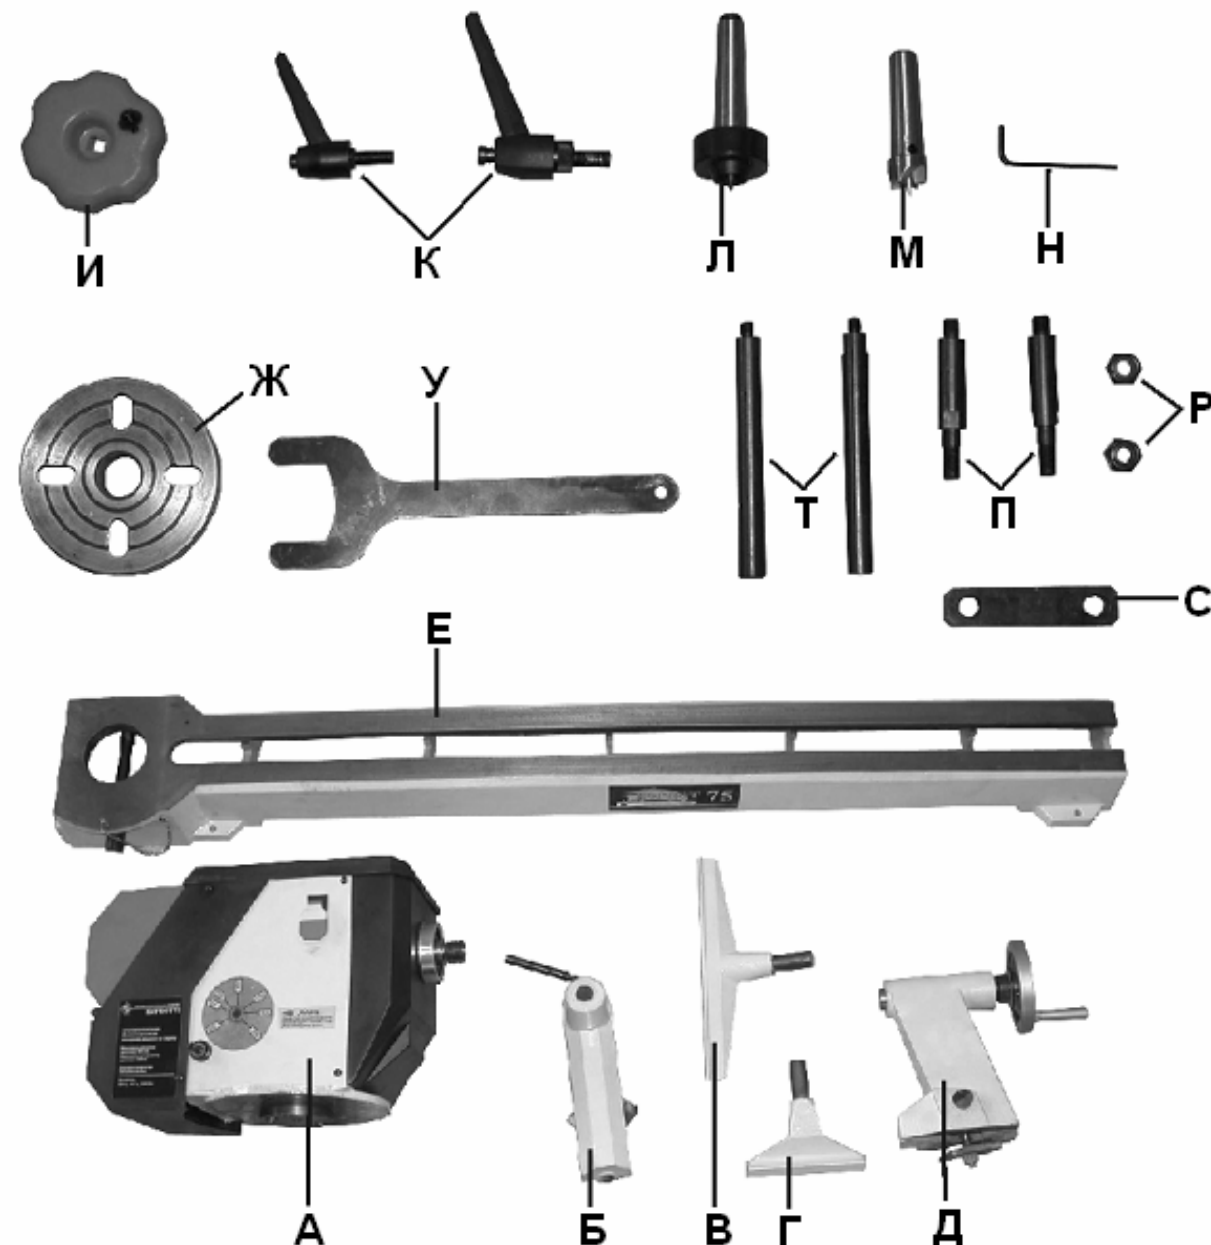

Рис.1.
3.1. В комплект поставки (Рис.1) входит: